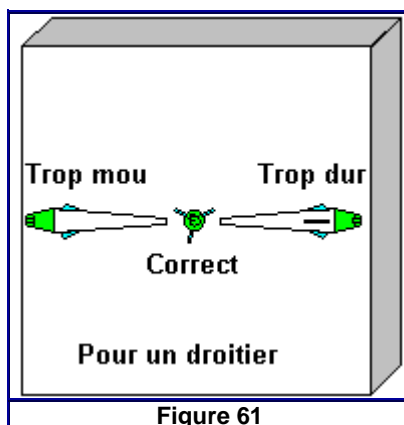

Figure 61
- La vision de la flèche avec une **encoche** dirigée vers la **droite** pour un droitier, demandera un **assouplissement** du ressort ou de la lamelle, et une encoche dirigée vers la **gauche**, un **durcissement**. La vision de l'**encoche cachant le tube** donne un **bon** réglage. (Figure 61)